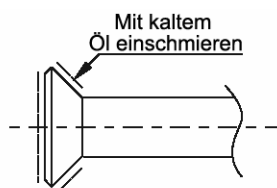

Abb. 12
- Bestreichen Sie das ausgeweitete Rohr und die Dichtungen mit gekühltem Öl und drehen Sie das Rohr 3-4 Mal mit den Händen um 180 Grad herum, bevor Sie die Aufweitungsmuttern festziehen. (Siehe Abb. 12)